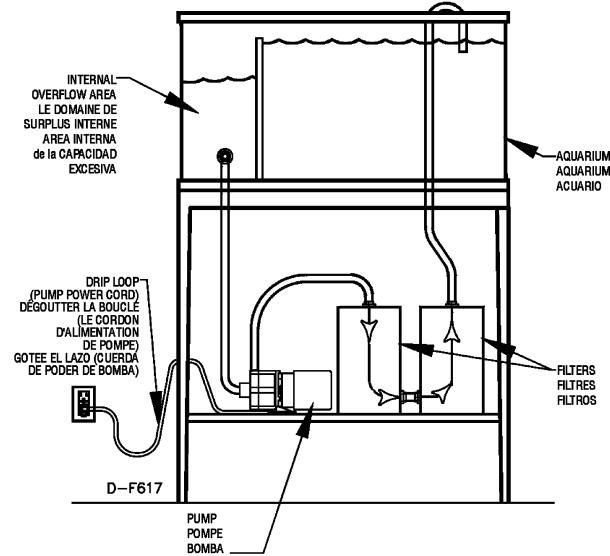

Figure 1 • Figure 1 • Figura 1
5. To avoid the possibility of the pump plug or receptacle getting wet, position aquarium stand and tank to one side of a wall-mounted receptacle to prevent water from dripping onto the receptacle or plug. Arrange a drip loop for each cord connecting an aquarium pump to a receptacle (Figure 1). The drip loop is that part of the cord below the level of the receptacle (or the connector if an extension cord is used) that prevents water from traveling along the cord and coming in contact with the receptacle. If the plug or receptacle does get wet, **DO NOT** unplug the cord. Disconnect the fuse or circuit breaker that supplies power to the pump. Then unplug and examine for presence of water in the receptacle.
14. IN ANY INSTALLATIONS WHERE PROPERTY DAMAGE AND/OR PERSONAL INJURY MIGHT RESULT FROM AN INOPERATIVE OR LEAKING PUMP DUE TO POWER OUTAGES, DISCHARGE LINE BLOCKAGE, OR ANY OTHER REASON, BACKUP SYSTEM(S) AND/OR ALARM SHOULD BE USED.
5. Afin d'éviter toute possibilité que la fiche ou la prise de la pompe ne se mouille, positionnez le support et le réservoir de l'aquarium à côté de la prise murale. Ceci empêche le contact de gouttes d'eau avec la prise ou la fiche. L'utilisateur peut prévoir un "anneau de sécurité" dans chaque cordon reliant l'aquarium à la prise murale (voir Figure 1). L'anneau de sécurité constitue la partie du cordon qui se trouve au-dessous du niveau de la prise murale ou du connecteur si l'on utilise une extension. Cette mesure empêche le passage de l'eau le long du cordon et le contact de l'eau avec la fiche murale. Si la fiche ou la prise sont mouillées, **NE DÉBRANCHEZ PAS** le cordon. Débranchez le fusible ou mettez hors tension le disjoncteur qui fournit l'alimentation à la pompe. Débranchez ensuite le cordon et examinez-le afin de voir s'il y a de l'eau dans la fiche murale.
14. DANS TOUTE INSTALLATION OÙ DES DOMMAGES OU DES BLESSURES PEUVENT RÉSULTER D'UN MAUVAIS FONCTIONNEMENT DES POMPES OU D'UN DÉBORDEMENT DU BASSIN CAUSÉ PAR UNE PANNE DE COURANT, LE BLOCAGE D'UNE CONDUITE DE SORTIE OU POUR TOUTE AUTRE RAISON, UN OU PLUSIEURS SYSTÈME(S) ET/OU UNE ALARME DE SECOURS DOIT (DOIVENT) ÊTRE UTILISÉ(S).